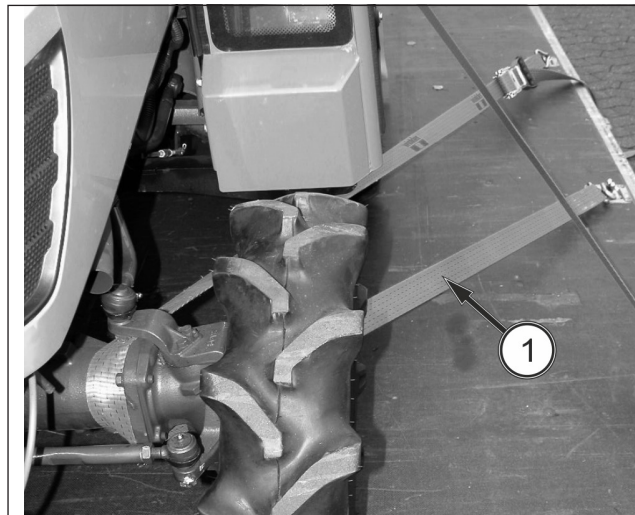

ABB. 1
ABB. 1: Jeweils einen Zurrurt (1) um die rechte und linke Seite der Vorderachse schlagen und die Enden der Gurte in Richtung der Hinterräder des Traktors am Transportfahrzeug einhängen. Zurrurt spannen.